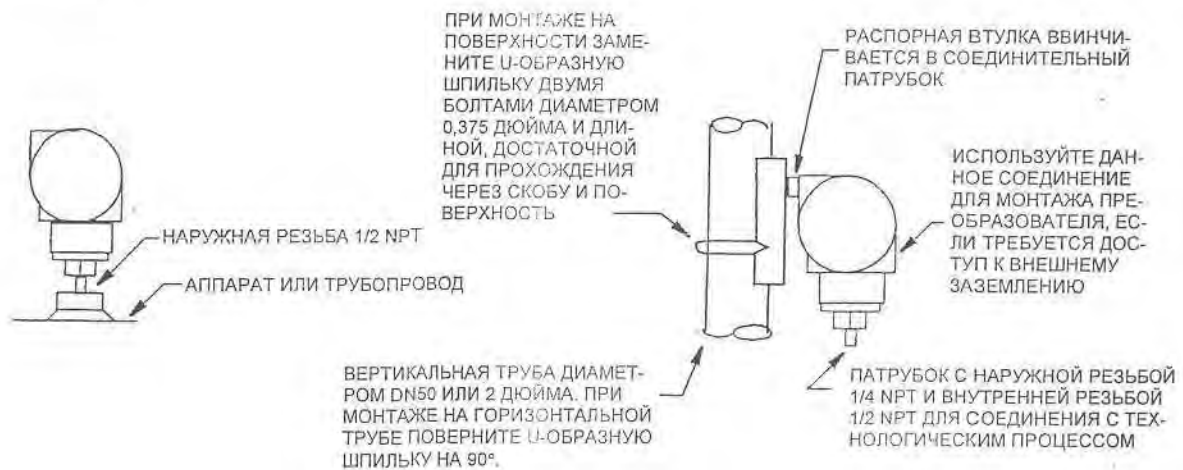
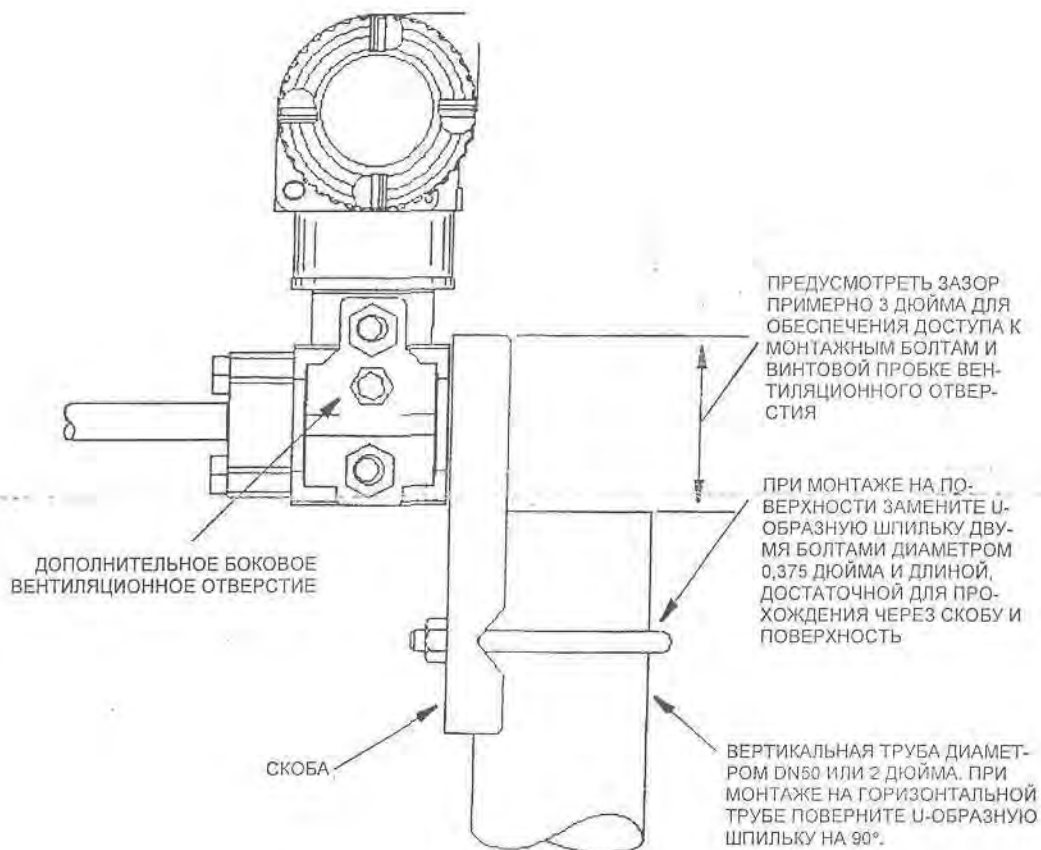

Рис. 3. Монтаж преобразователя LAP10 или IGP10
Рис. 4. Монтаж преобразователя IGP20
Преобразователи давления IAP10 и IGP10 могут быть подсоединены непосредственно к технологическому процессу с помощью наружного резьбового соединения 1/2 NPT или опционного (не включенного в стандартный комплект поставки) соединения G 1/2B. Преобразователь также может быть установлен на вертикально или горизонтально расположенной трубе или поверхности с помощью опционного (не включенного в стандартный комплект поставки) монтажного набора как показано на рис. 3. Преобразователь IGP20 устанавливается на вертикально или горизонтально расположенной трубе или поверхности с помощью монтажного набора как показано на рис. 4.
3. За исключение случаев установки преобразователя в вертикальное положение как показано на рис. 3 и 4 необходимо выполнить повторную настройку нулевого выходного сигнала, чтобы устранить влияние положения прибора.